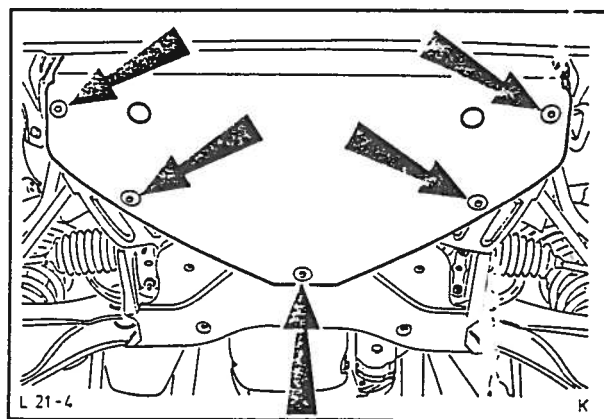

Fig. 32 Montering av motorens soledeksel.
31. Monter øvre og nedre radiatorslange til vannpumpen. Monter motorens soledeksel, fig. 32.